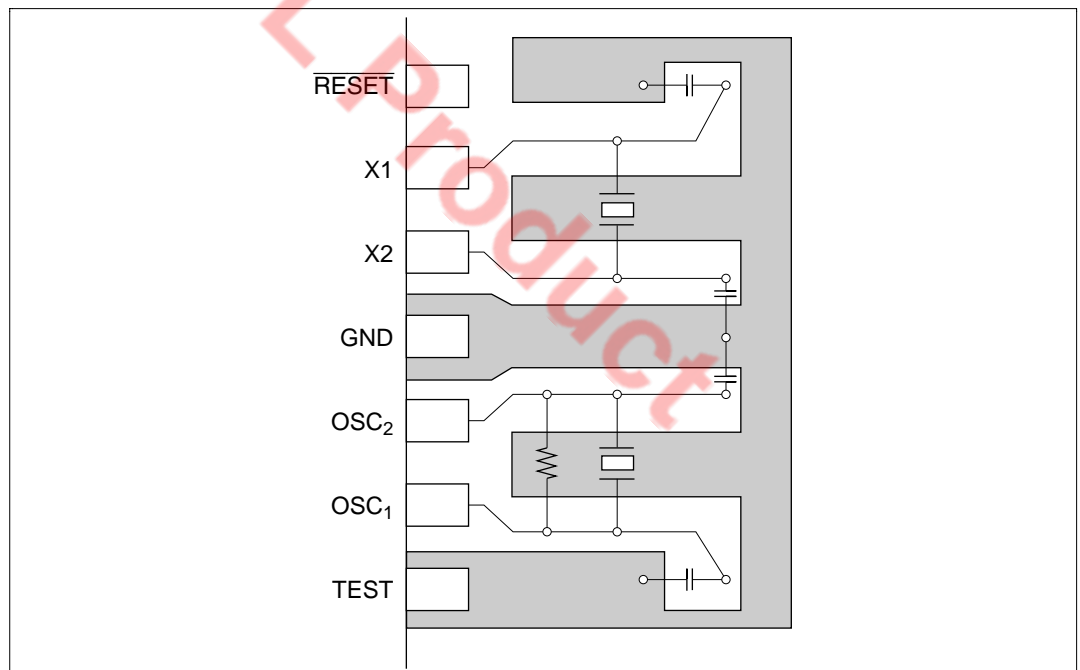

図 7.3 水晶、セラミック発振子の配置例
- (1) 水晶発振子またはセラミック発振子を接続する場合、回路定数は発振子、実装回路の浮遊容量などにより異なるため、水晶発振子メーカ、セラミック発振子メーカと十分相談した上で決定してください。
- (2) OSC1、OSC2 端子 (X1、X2 端子) と外付け部品 (発振子、負荷容量) との配線は、極力短くし、他の配線がこれらの配線と交差しないようにしてください(図 7.3 参照)。配線が交差すると誘導により正しい発振ができなくなる場合があります。
- (3) サブシステムクロック (32.768kHz 発振器) を使用しない場合は、X1 端子を VCC に固定し、X2 端子は開放にしてください。